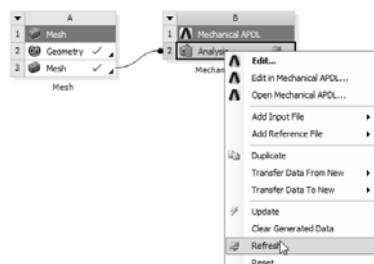

图 4-25 更新 B2 栏数据
3) 选中分析项目 B 的 B2 栏，单击鼠标右键，在弹出的快捷菜单中选择【Refresh】命令更新 B2 栏的输出数据，如图 4-25 所示。